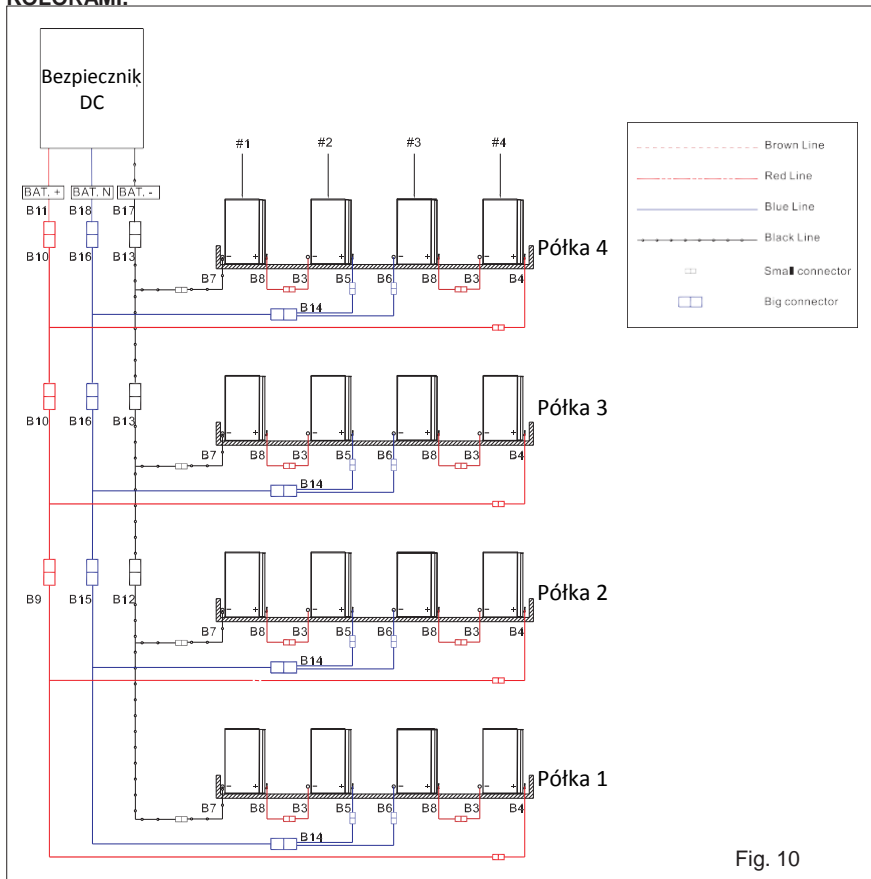

Fig. 10
5. Podłącz odpowiednio kable do każdej półki (Spójrz Fig. 10).